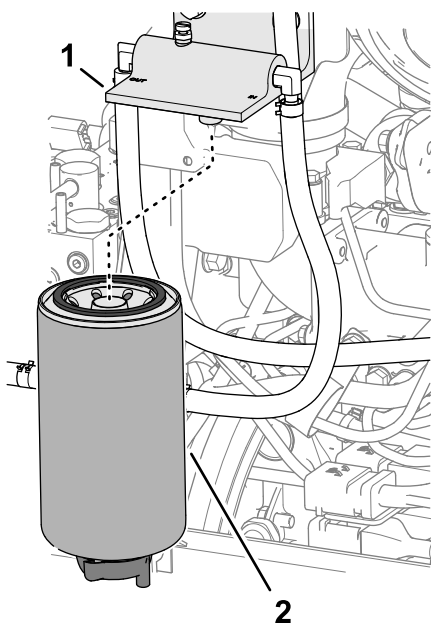

Рисунок 81
2. Очистите фильтр-водоотделитель для топлива и головку фильтра (Рисунок 81).